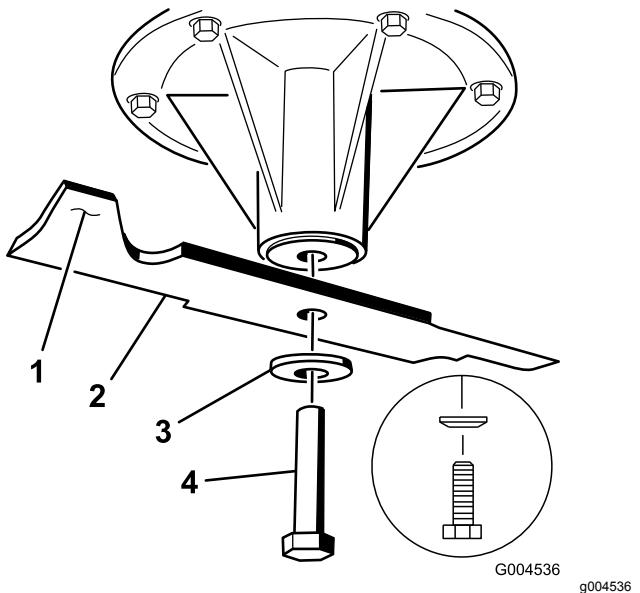

Figure 91
2. Enlevez de l'axe des lames gauche et centrale, le boulon de lame, la rondelle bombée et la lame (Figure 91).
3. Si la lame est déséquilibrée, limez un peu l'extrémité de la partie relevée seulement (Figure 91).